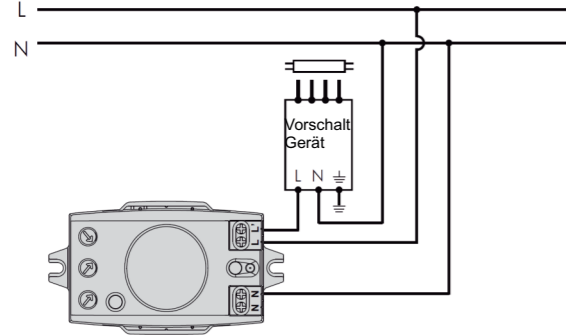

Bild 9
4.4.1 Verbunden mit Vorschaltgerät (Siehe Bild 9)